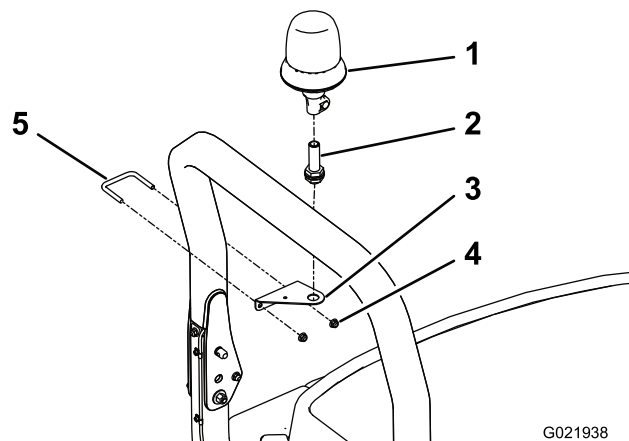

Figura 4
di protezione antiribaltamento mediante il bullone a U e (2) dadi flangiati da 3/8 poll., posizionando gli elementi come illustrato in Figura 4.
4. Montate il portalampada sul sostegno della luce di segnalazione mediante il controdado fornito (Figura 4).
5. Innestate la luce di segnalazione sul portalampada e serrate il dado ad alette (Figura 4).